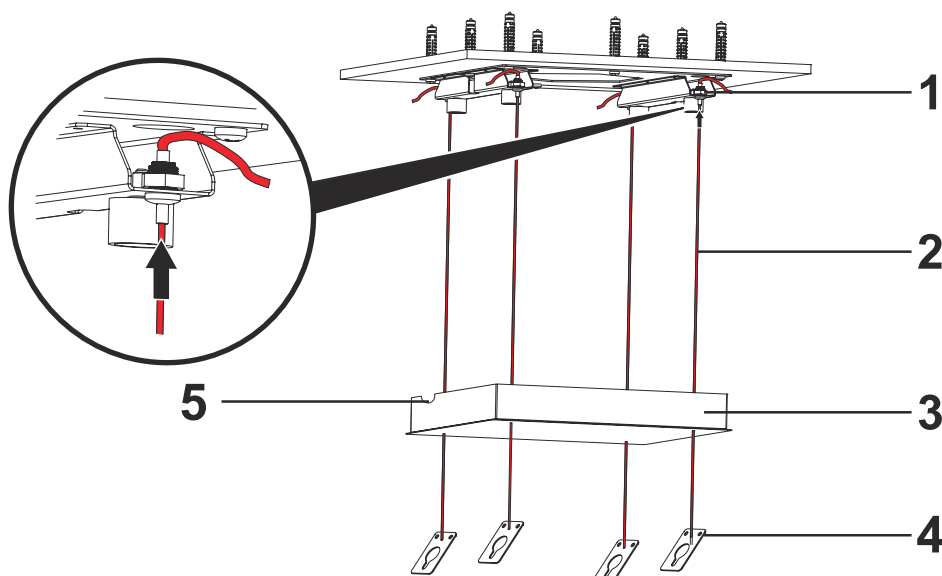

Fig. 12
1. ➤ Tirare i cavi di sospensione del prodotto (2) attraverso la piastra di sospensione (3). A tal fine, l'area di passaggio del cavo di alimentazione (5) dovrebbe essere sul lato destro quando l'apparecchio è visto dalla parte anteriore (Fig. 12).
2. ➤ Lasciare i fili del gancio del prodotto (2) attraverso il meccanismo di blocco del meccanismo di blocco del gancio (1). Assicurarsi che tutti i fili del gancio siano richiesti di lunghezza e uguale (Fig. 12).